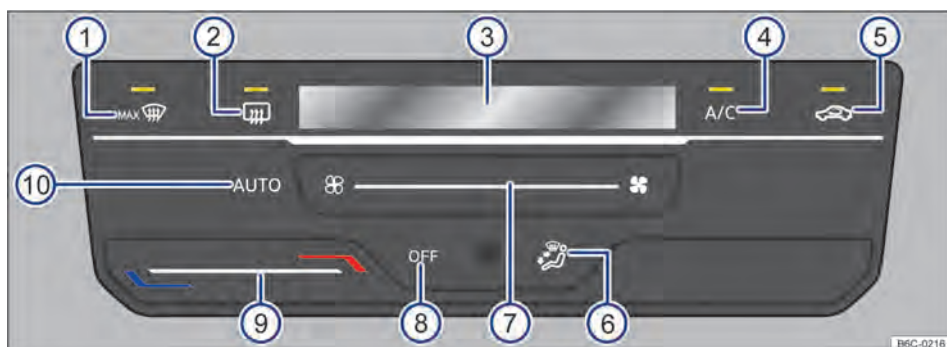

Fig. 86 Comandos do Climatronic.
- *Climatronic*: tocar na superfície de função OFF → Fig. 86 (8).
Ao tocar na superfície de função  → Fig. 86 (10) é possível ligar o modo automático do Climatronic.
manualmente → Fig. 86 (7) ou com a alteração da distribuição de ar através da superfície de função → Fig. 86 (6).
- *Climatronic*: tocar na superfície de função  → Fig. 86 (4) para ligar e desligar o funcionamento da refrigeração.
- *Climatronic*: deslizar o dedo sob a superfície de função → Fig. 86 (9).
No display do Climatronic → Fig. 86 ③ é indicada a temperatura ajustada.
- *Climatronic*: deslizar o dedo sob a superfície de função → Fig. 86 ⑦.
- *Climatronic*: tocar na superfície de função  → Fig. 86 ⑤.
- *Climatronic*: tocar na superfície de função → Fig. 86 ⑥ para posição desejada, a distribuição selecionada será indicada no display ③.
- *Climatronic*: tocar na superfície de função  → Fig. 86 ①.
- *Climatronic*: tocar na superfície de função  → Fig. 86 ②.